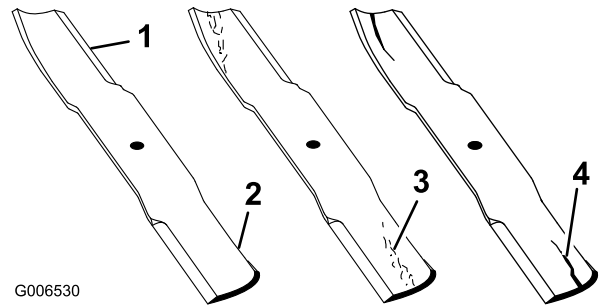

Figure 66
1. Examinez le tranchant des lames (Figure 66). Si les lames coupent mal ou présentent des indentations, déposez-les et aiguiser-les (voir Aiguisage des lames).
2. Inspectez les lames, surtout la partie relevée (Figure 66). Remplacez immédiatement toute lame endommagée, usée ou qui présente une entaille (Figure 66).